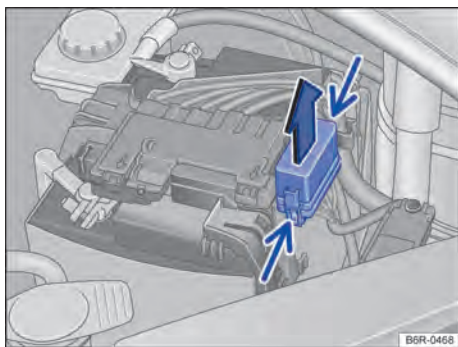

Fig. 114 No compartimento do motor: retirar cobertura da caixa de fusíveis.
- Pressionar as travas no sentido da seta (seta estreita) para destravar a cobertura da caixa de fusíveis → Fig. 114.